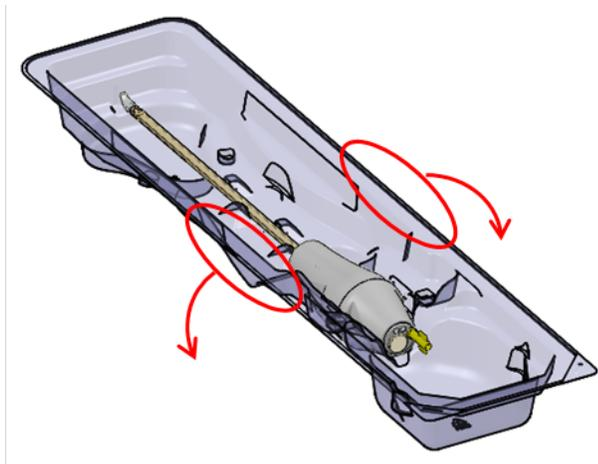

Figura 19: Liberación de la UA de la bandeja de embalaje
1. **Tecnólogo en IRM:** Utilizando la pestaña del circuito de fluidos (FC) de la pantalla PSIB (o el cuadro de información FC del espacio de trabajo Configuración en TDC), haga fluir agua en la UA haciendo clic en **ON**.
4. **Tecnólogo en IRM:** Mientras sujeta la bandeja de embalaje de la UA por los bordes largos de su perímetro, flexione la bandeja para liberar la UA de sus características de encaje (*figura 19*).